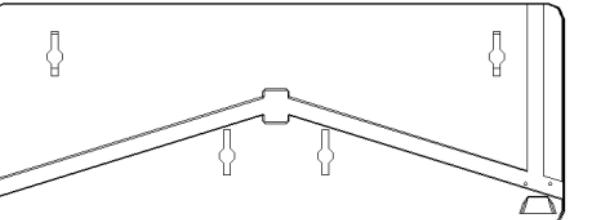
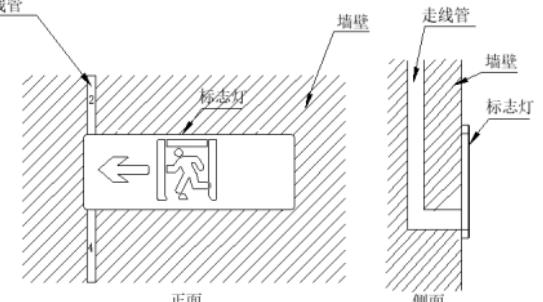

图 2
图 3
2. 将四个塑料膨胀管固定到墙上, 在拧上配套的十字槽平头自攻螺钉, 然后把装配好的灯具通过灯具背面四孔 (如图 2 所示) 挂在墙上, 安装效果如图 3。